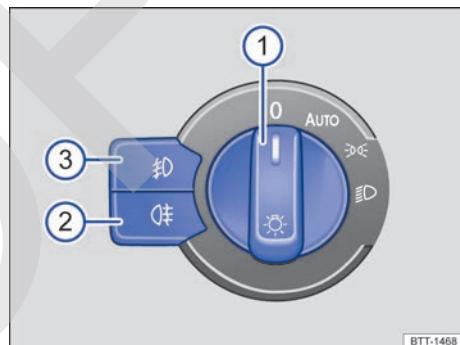

Fig. 116 Junto al volante: mando de las luces y luces de las luces antiniebla (un tipo).
Leyenda de la fig. 116:
Las luces antiniebla se pueden conectar estando el mando de las luces → fig. 116 ① en la posición **AUTO**, (luz de posición) o (luz de cruce) y el encendido conectado: ▶
- Para encender los faros antiniebla ☞ , pulse la tecla → fig. 116 ③. El testigo de control de la tecla se enciende.
- Para encender el piloto antiniebla ☞ , pulse la tecla → fig. 116 ②. El testigo de control de la tecla se enciende.